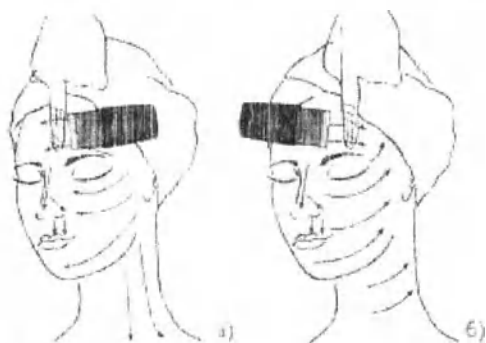
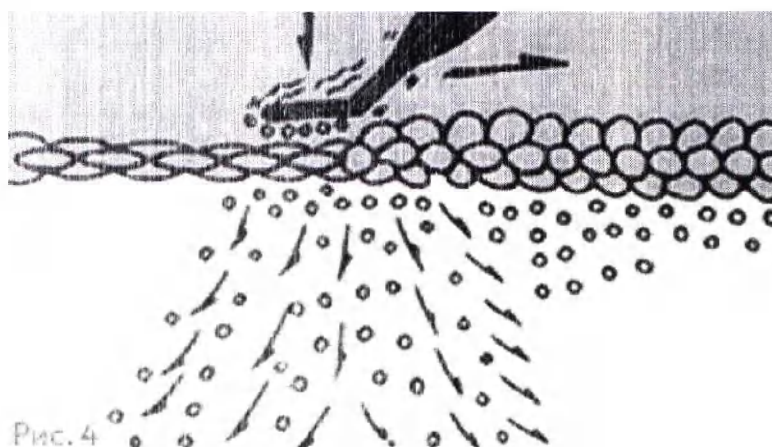

Рис. 3
Рис. 4
3. Выполняйте процедуру чистки плавными движениями, направленными от боковых поверхностей лица к его центру против роста волос в соответствии с рис. 3а. Количество последовательных проходов лопаточкой не должно превышать четырех раз для одного участка кожи. Комедоны удаляются мелкими, но более интенсивными движениями.
2. Воздействие осуществляется плоской частью на конце металлической лопаточки (см. рис. 4) плавными движениями по массажным линиям: снизу-вверх, от середины лица к его наружной части в соответствии с рис. 3б. Количество последовательных проходов лопаточкой не должно превышать четырех раз на одну зону. Особое внимание уделяется зонам с морщинами.